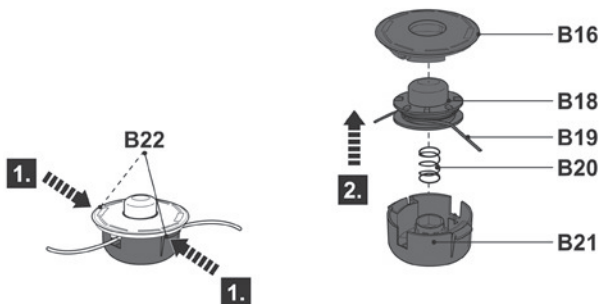

Fig. 65
- > Pressione os trincos de libertação (B22) na caixa da cabeça do aparador (B21) para abrir a cobertura (B16) (Fig. 65). A cobertura (B16) e a bobine (B18) saltam.